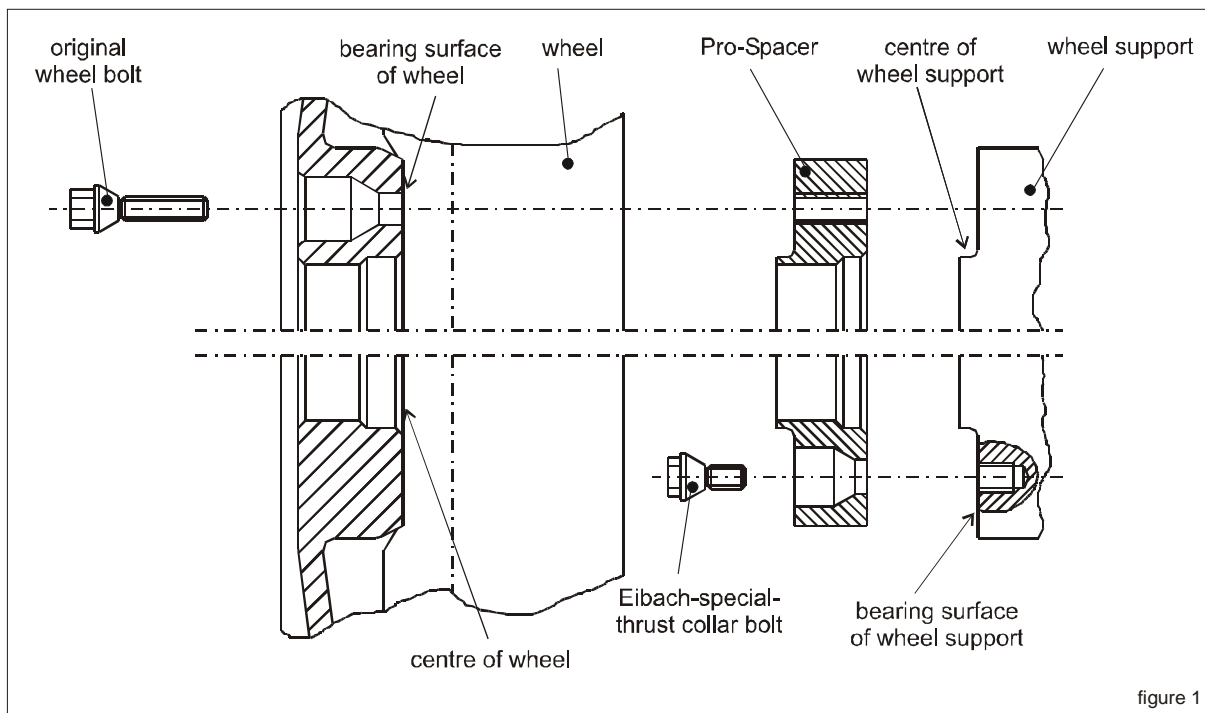
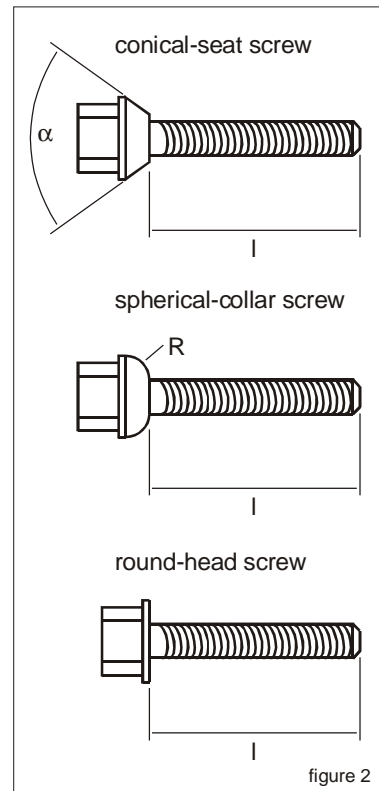

figure 1
figure 2
1. Die Mittenzentrierungen und Anlageflächen des Radträgers und des Rades (Bild 1) müssen von Rost und Schmutz befreit und gereinigt werden. Verwenden Sie hierzu eine Drahtbürste und gehen Sie vorsichtig vor um andere Bauteile nicht zu beschädigen.
3. Das **Pro-Spacer** System 3 / 7 wird komplett mit allen benötigten Anbauteilen geliefert. Es ist jedoch unbedingt notwendig einige Größen dieser Anbauteile zu verifizieren. Achten Sie insbesondere darauf, dass die Bundform der Eibach-Spezial-Spurscheibenschrauben (mit den spezifischen Winkeln und Radien) der Bundform (Bild 2) der Senkung der Distanzscheibe entspricht. Neben der Bundform ist die Gewindegröße mit ihrem spezifischen Gewindedurchmesser und der Gewindesteigung zu verifizieren.
1. The centre alignments and bearing surfaces of the wheel support and the wheel (Figure 1) must be free of rust and dirt and clean. Use a wire brush for this purpose and proceed with caution, to avoid damaging other components.
2. Check that the centre alignment and the hole pattern of the spacer ring are suitable for your vehicle and the wheel. To do this, place the spacer ring on the wheel support and check that it is positioned free of play and that the holes coincide. Existing locking screws and retaining clips for brake disks / drums must be removed if required by the parts specification. Then perform the same check between wheel and spacer ring. Also check that the length of the centre alignment on the wheel support is long enough to align the wheel after fitting the spacer. If you discover any deviations, compare the part numbers stated in the specification with the part marking again. If necessary, please contact our Development Department on tel. no. +49 (0) 2721 / 511-342. Please have the motor car certificate, the wheel specification (for special wheels), the **Pro-Spacer** parts specification and the part marking ready.
3. **Pro-Spacer** System 3 / 7 is delivered complete with all necessary attachments. However, it is essential to verify some of the sizes of these attachments. In particular, make sure that the collar shape of the Eibach special thrust collar bolts (with the specific angles and radii) corresponds to the collar shape (Figure 2) of the indentation of the spacer. In addition to the collar shape, the thread size with its specific thread diameter and thread pitch must be verified.